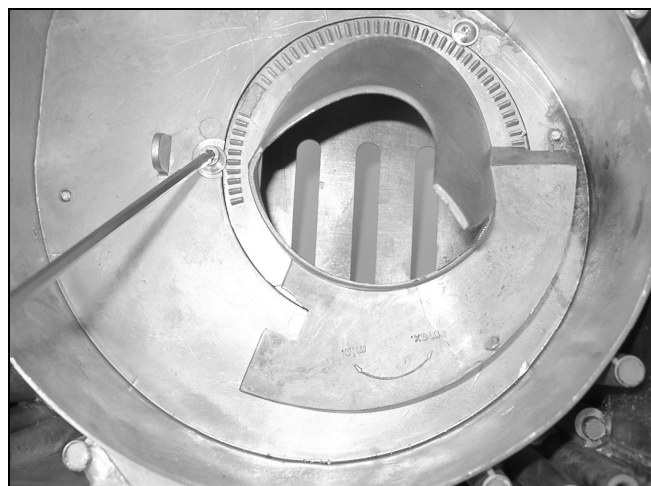

Рис. 7: Настройка воздухозаборника
Если после настройки воздушной заслонки не достигнут желаемый результат, воздухозаборник (Рис. 7) может быть переустановлен следующим образом.
- Перенастройка воздухозаборника. Если после перенастройки воздушной заслонки не достигнуты вышеуказанные показатели, можно переустановить воздухозаборник (Рис. 7).